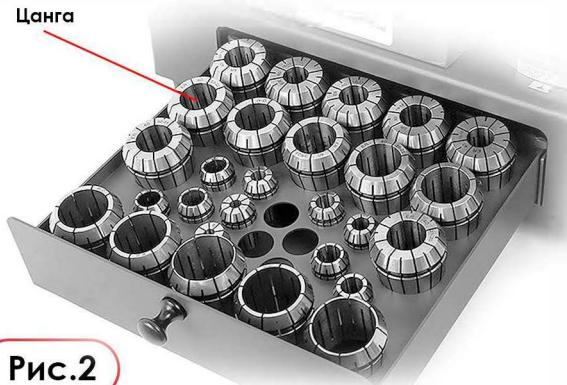

Рис.2
ВНИМАНИЕ! Пожалуйста, выполните точно шаги, описанные ниже и показанные на Рис. 2,3,4, чтобы правильно собрать и подготовить к работе цанговый патрон с установленным в нем сверлом для заточки.
1. Определите диаметр сверла (хвостовика), которое вы хотите заточить. В соответствии с диаметром сверла выберите цангу. (Рис. 2)